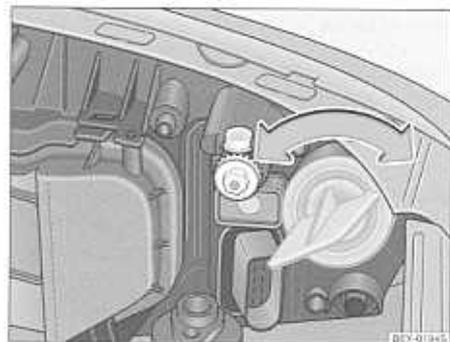

Fig. 158 Desmontaje de la bombilla para luz intermitente delantera
- Desenrosca el portalámparas con bombilla girándolo hacia la izquierda => fig. 158.